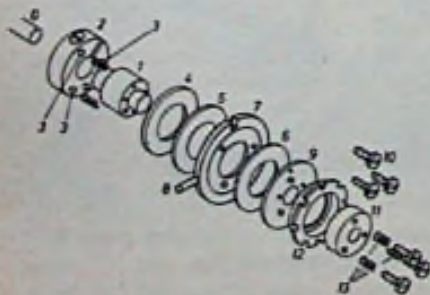

Fig. 53. Schets van de dubbele slipkoppeling. Voor verklaring zie tekst.
Ook bij professionele apparatuur wordt de beeldtrommel niet rechtstreeks door de synchronomotor aangedreven, maar na een dubbele slipkoppeling en een meenemer. Schematisch ziet een dergelijke slipkoppeling er uit als in fig. 53 is geschetst.
Tot zover het mechanisme aan de motoras. Aan de as van de beeldtrommel bevindt zich het koppelstuk (fig. 55) dat bestaat uit een ronde metalen schijf (14) die met een bout (15) aan de as kan worden geklemd. Aan de rand van de schijf is een haaks nokje gemonteerd, loodrecht op de schijf en draaibaar om het in de schijftrand gebracht asje (18). Door een veertje wordt het nokje tegen het schijfoppervlak gedrukt. Maar zodra het achter de schijf doorlopende nokarmpje tegen de enigszins cirkelvormig weggenomen bovenrand van het instelplaatje (17) (dat door sleufgaten nauwkeurig op hoogte kan worden gesteld) drukt, wordt het nokje van het schijfoppervlak getild. Diametraal tegenover dit nokje is loodrecht op het schijfoppervlak een metalen meenemertje (19) gemonteerd, dat in een draairichting van de schijf verankerd wordt en in tegengestelde draairichting verend is. De assen van motor en beeldtrommel zijn uitgelijnd. De meenemer (19) rust tegen staafje (8) van fig. 53; het nokje (16) grijpt tijdelijk in een van de uitsparingen van ring 12 en fig. 53.